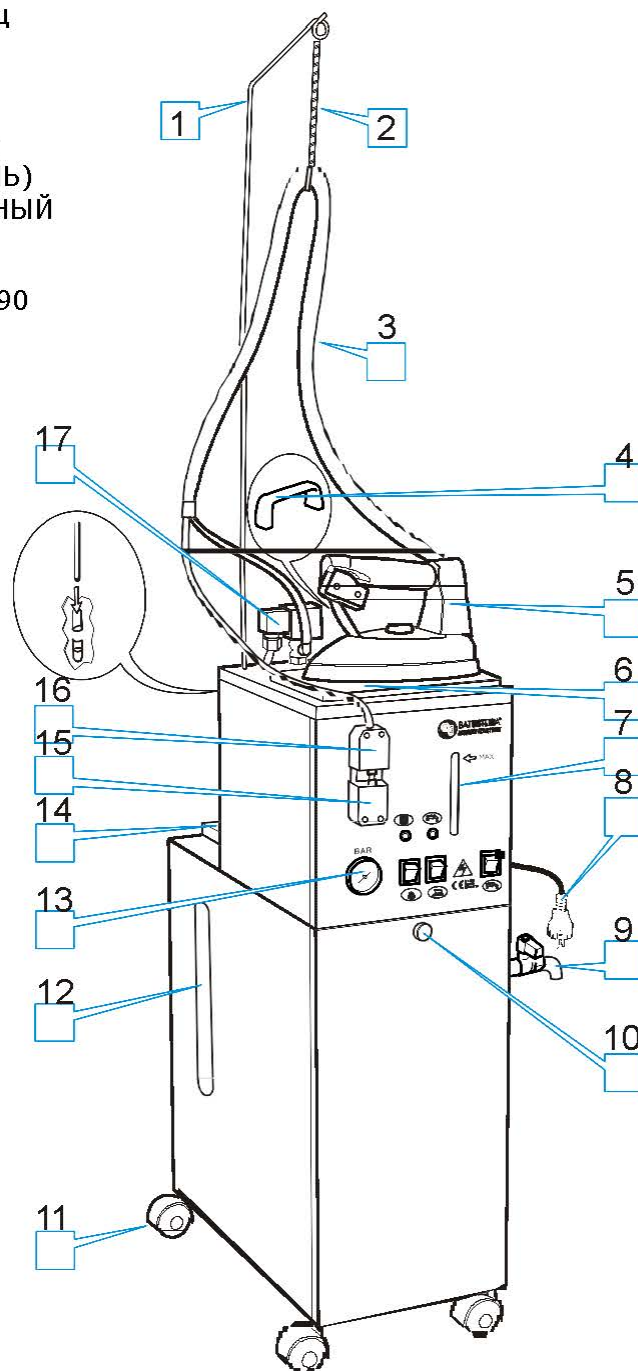

Рис. 1
- 2) Выньте BARBARA 31 из упаковки, вставьте держатель кабеля в специальное отверстие (рис. 1), размещенное на задней стороне парогенератора.
- 3) Зафиксируйте пружину на крюке, подключите утюг к специальному разъему и положите его на подставку (рис. 1).
3. Во время глажения, всегда кладите утюг на специальную подставку (Рис. 1) и следите за положением кабелей: